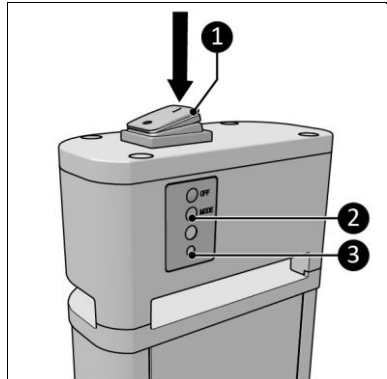

Abbildung 10
1. Drücken Sie den EIN/AUS-Schalter (Abbildung 10, Pos. 1).
2. Die Lichtanzeige (Abbildung 10, Pos. 3) beginnt zu blinken.
3. Drücken Sie die MODE-Taste auf der Schalttafel (Abbildung 10, Pos. 2) oder auf der Fernbedienung (Abbildung 5, Pos. 2), bis die gewünschte Einstellung erreicht ist:
2. Die Lichtanzeige beginnt zu blinken (Abbildung 10, Pos. 3).